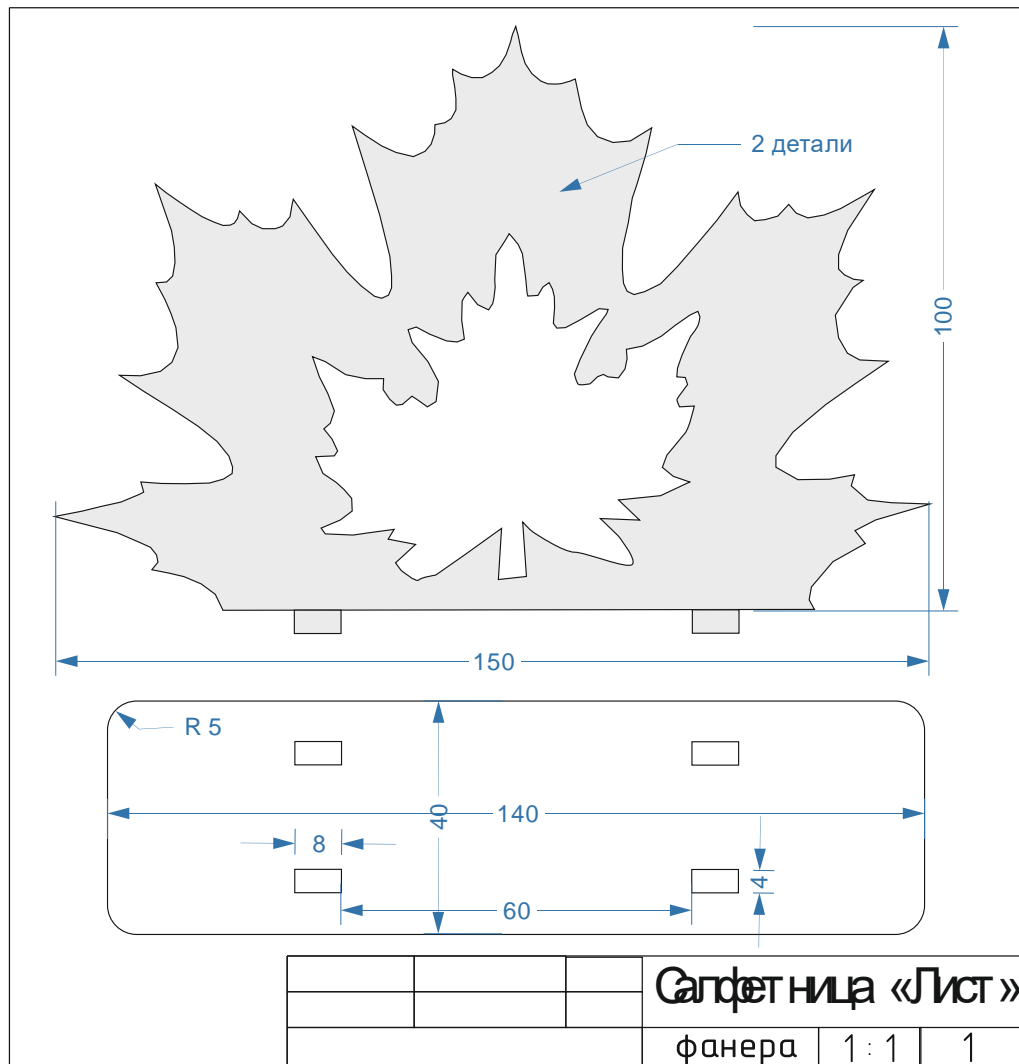

Рис. 1. Чертеж Салфетница лист
2. Произвести разметку заготовки с помощью копировальной бумаги (рис. 1).